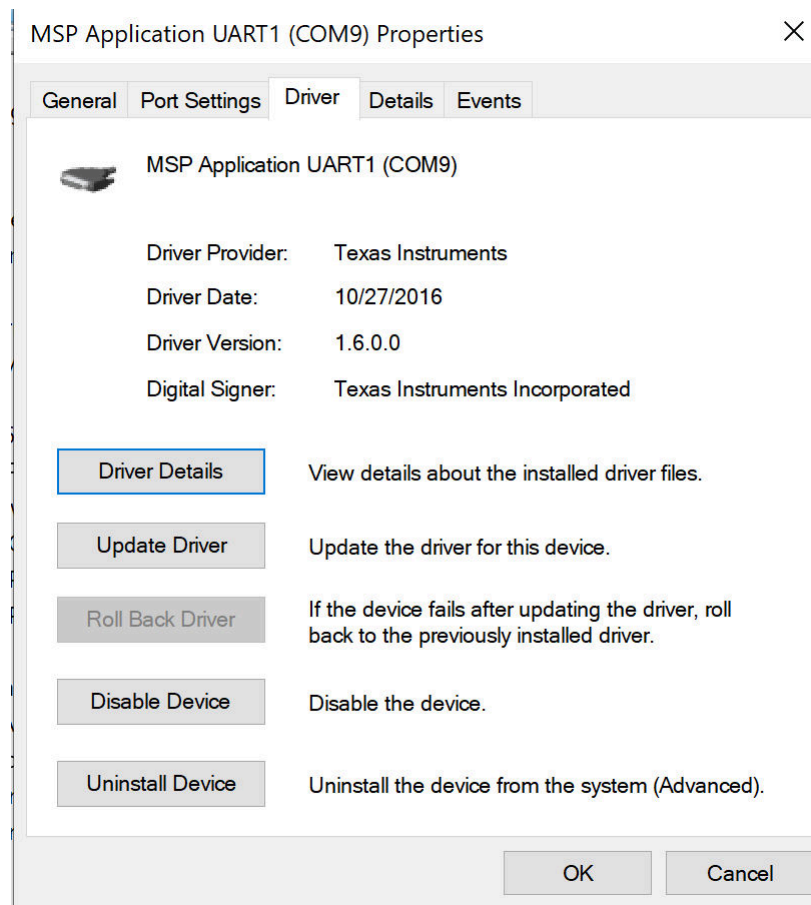

图 3-2. MSP 应用程序 UART 驱动程序属性
成功安装后会显示驱动程序发布者为德州仪器 (TI) (图 3-2)